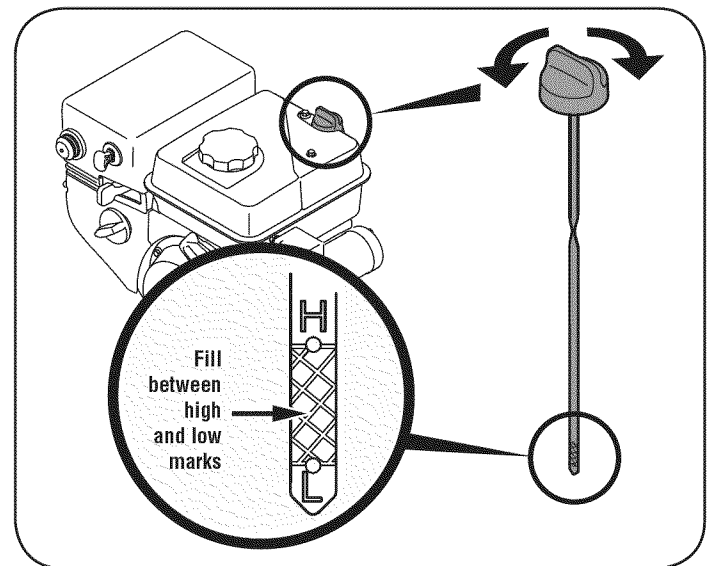

Figura 13
3. Retire el tapón de llenado de aceite. Si el nivel está bajo, agregue aceite lentamente hasta registros de nivel del aceite entre alto (H) y bajo (L). Vea la Figura 13.